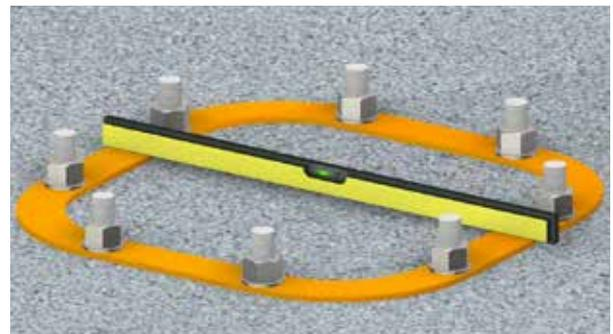

Abb.23
5. Den Fundamentrahmen möglichst mit einer Wasserwaage nivellieren, den Sockel auffüllen und die Oberfläche glätten (Abb. 23).